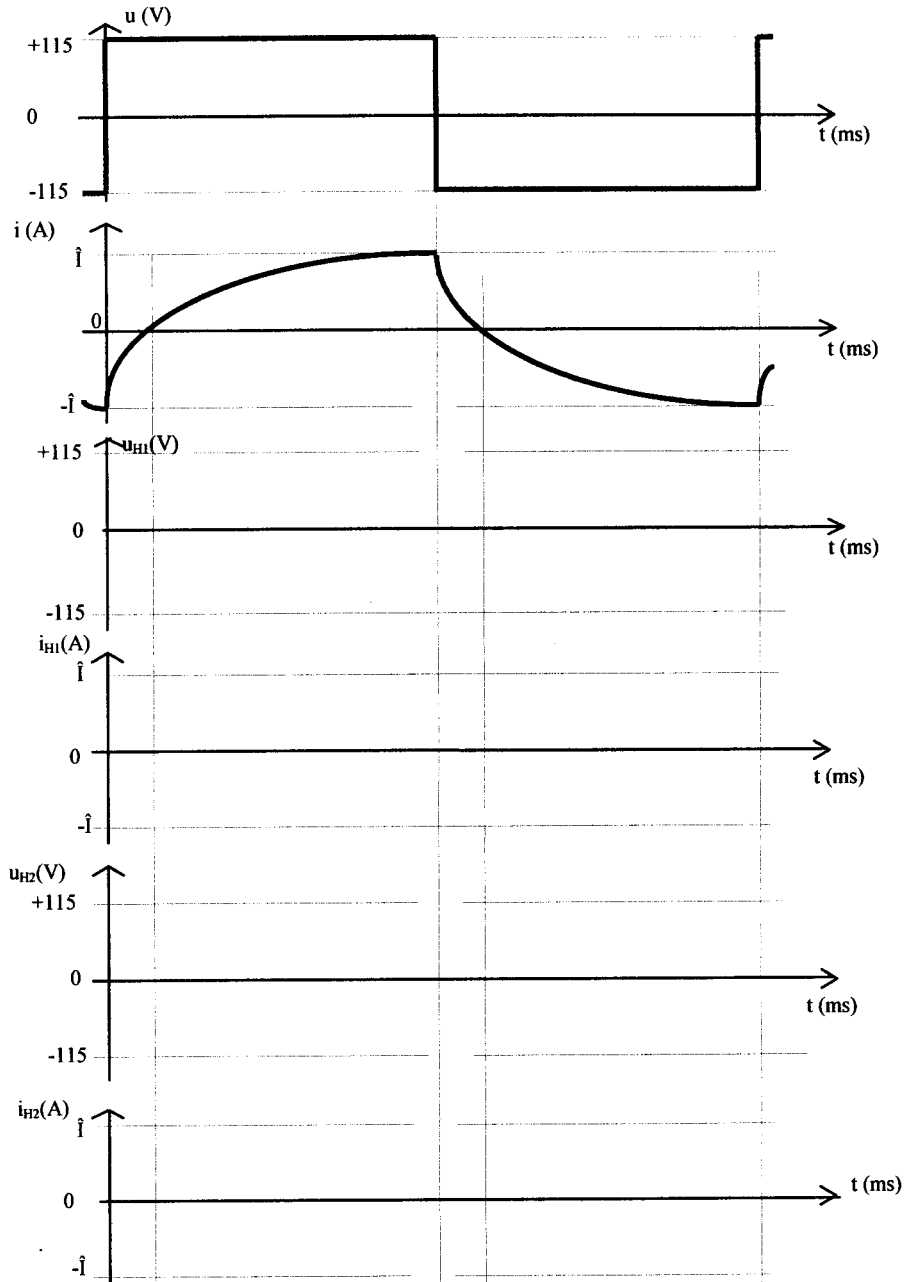

Figure 10
3.2- Compléter les chronogrammes concernant i_{H1} , u_{H1} , i_{H2} , u_{H2} sur la figure 10 dans le document réponse.
3.4- Calculer la valeur efficace U de la tension $u(t)$ aux bornes de la charge (le chronogramme de cette tension est indiqué figure 10 sur le **document réponse**).